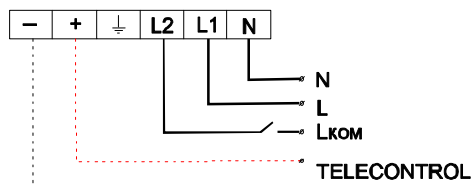

Рис.4
- 3.5 Для моделей BS-7471-1x8, BS-7471-2x1LED и BS-7471-3x1LED если планируется включать и выключать световой указатель как стандартное освещение, то удалите перемычку, присоедините фазовый провод некоммутированной сети к клемме L1, а фазовый провод коммутированной сети к клемме L2 (выключатель должен находится на L2) см. рис.4.